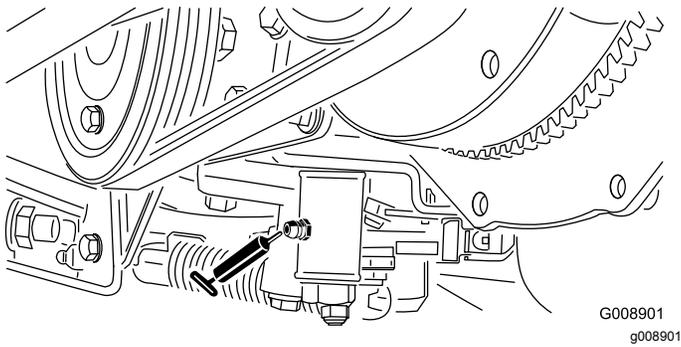

Bild 38
- Neutraleinstellungsmechanismus (**Bild 38**)